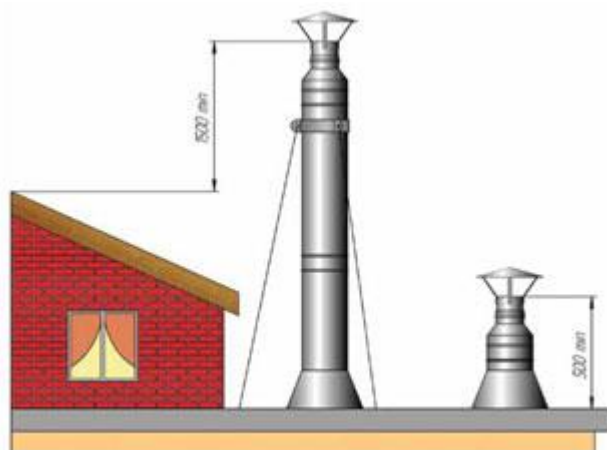

Рис. 2. Возвышение дымохода относительно близко расположенных зданий.
- Если дымоход возвышается над кровлей на 1,5 и более метров, необходимо его дополнительно закрепить при помощи растяжек (Рис. 2).